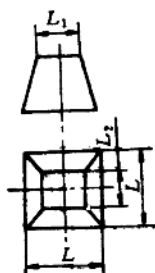

图 30
23. 见图30, 用三角形展开法作棱锥台筒的展开图, 并写出作图步骤。